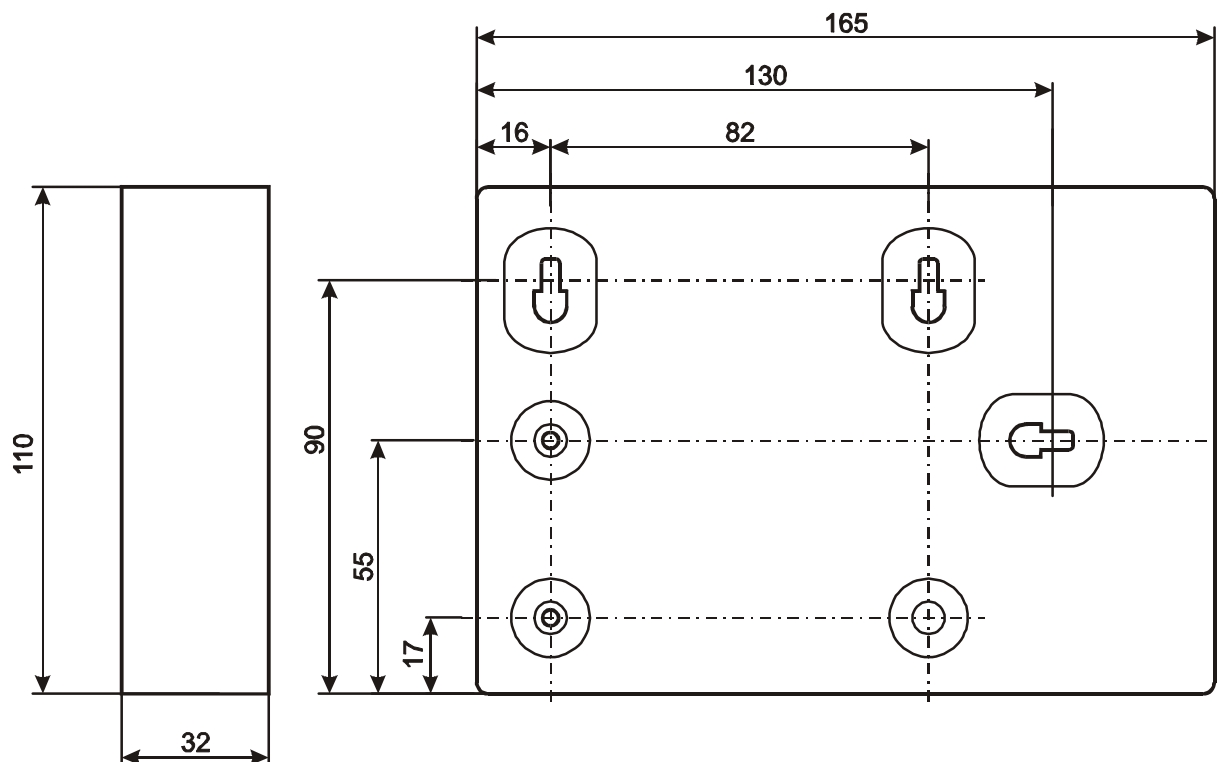
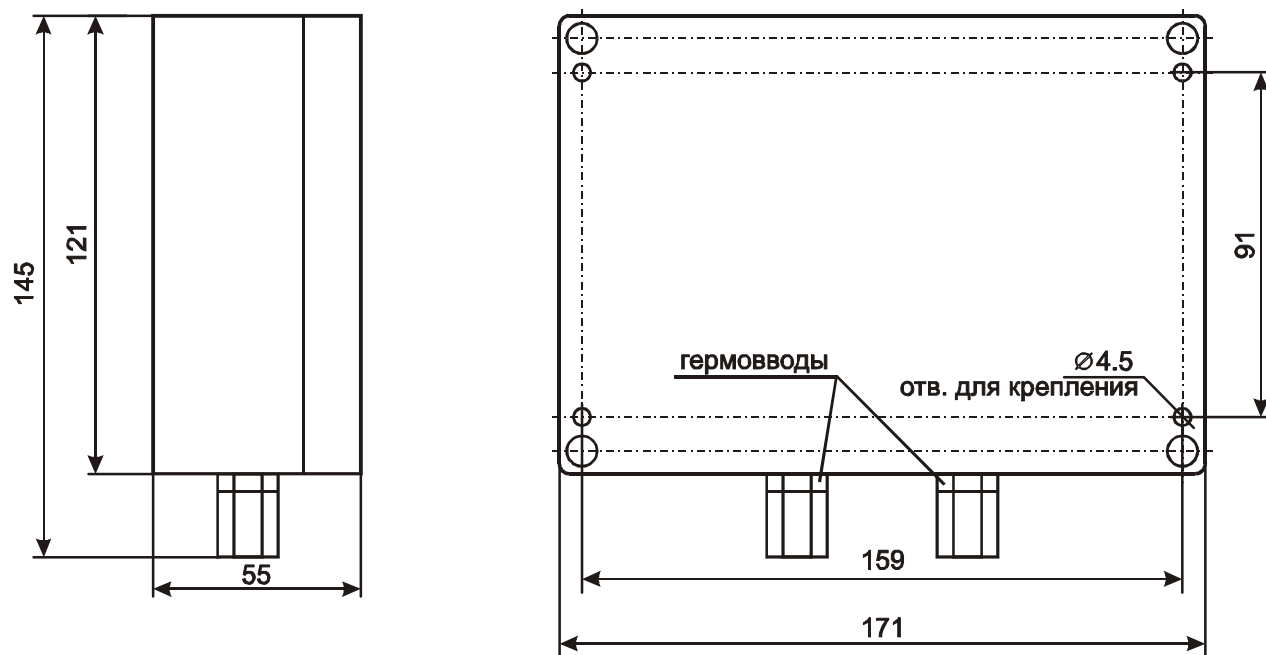

Рис. 14 Внешний вид, габаритные и присоединительные размеры (исполнение IP20)
Рис. 15 Внешний вид, габаритные и присоединительные размеры (исполнение IP65)
5.1 Внешний вид и габаритные размеры БЛ показаны на Рис. 14 (исполнение IP20) и на Рис. 15 (исполнение IP65).